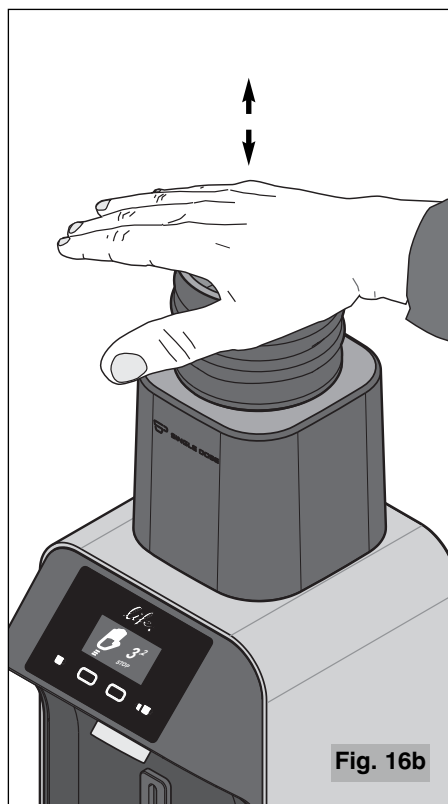

Fig. 16b
- 8 Cuando el café en grano esté completamente molido, golpear el fuelle (16 Fig. 3) con la palma de la mano, asegurándose de cubrir completamente la embocadura (véase Fig. 16b), para desprender todo el café molido.